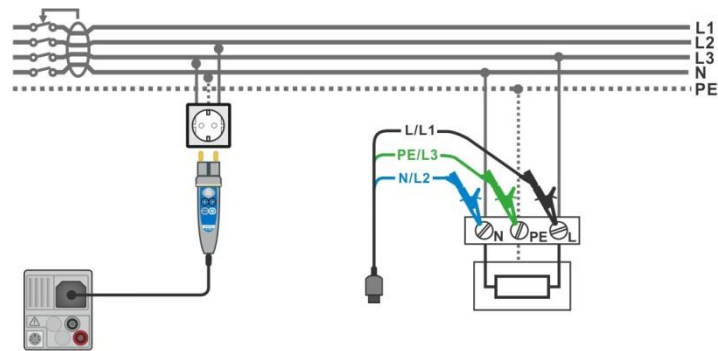

Abbildung 7.23: Anschluss des Commander-Prüfsteckers und die Dreileiter-Prüfleitung
- Schließen Sie die Prüfleitungen am Prüfling an, siehe **Abbildung 7.23**.
- Schließen Sie die Prüfleitungen oder den Commander Prüfstecker am Prüfling an, siehe **Abbildung 7.23**.
<ul style="list-style-type: none"> Wählen Sie die Funktion RCD Auto. Stellen Sie die Prüfparameter / Grenzwerte ein. Schließen Sie die Prüfleitungen am Messgerät an. Schließen Sie die Prüfleitungen oder den Commander Prüfstecker am Prüfling an, siehe Abbildung 7.23. Starten Sie die Messung. 	Beginn der Prüfung